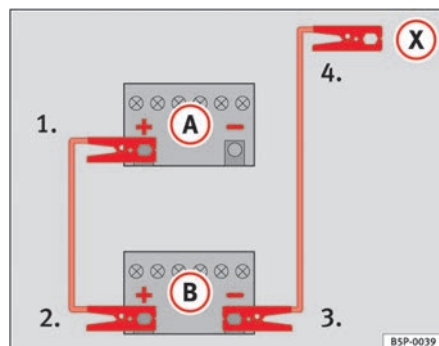

Fig. 162 Esquema de ligação dos cabos auxiliares do arranque
Na ⇒ fig. 162 **A** estão representadas a bateria descarregada e em **B** a bateria com carga.
1. Ligar uma extremidade do cabo auxiliar de arranque vermelho ao terminal positivo ⇒ fig. 162 **+** do veículo com a bateria descarregada ⇒ ⚠.